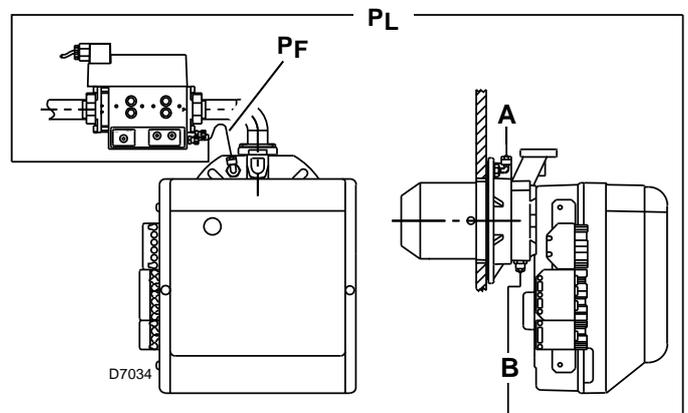

Abb. 15
- das Anschlussstück G1/8 (dem Brenner beige packt) an Punkt A) (Abb. 15) (Brennerflansch) befestigen.